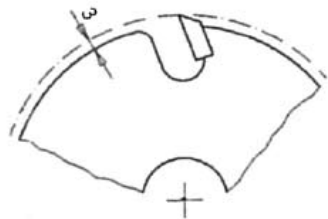

fig. 2
- Forma redonda do corpo, com saída máxima do cortante de 3 mm (fig.2).
- Forma redonda del cuerpo, con máxima salida del cortante de 3 mm (fig.2).